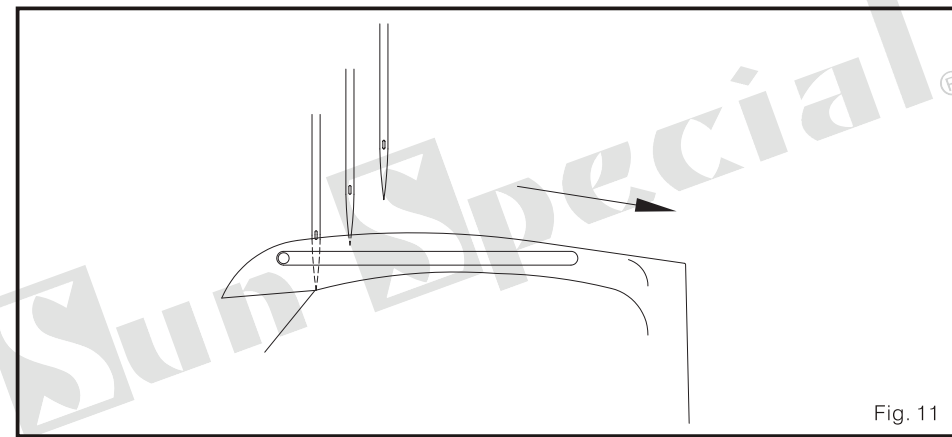

Fig. 11
(2) 3-agulhas: A extremidade da agulha esquerda isto na borda inferior do looper. (Fig. 11)